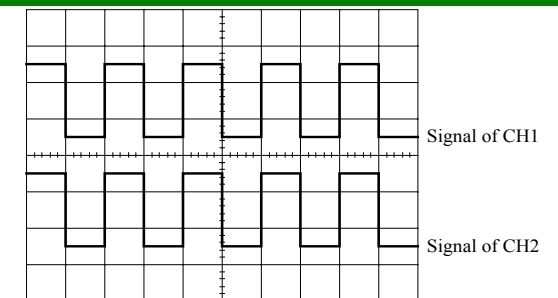

Figure 4-4
(40) et (37) afin que les deux signaux de canal soit affichés tel qu'indiqué ... la figure 4-4.